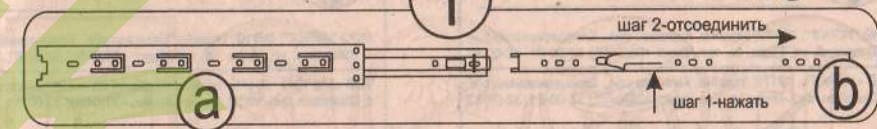

рис. 1
- 3) Разобрать направляющие 5 на две части а и б. Для разъединения направляющих используйте рычаг на части 6, смотрите рис. 1).